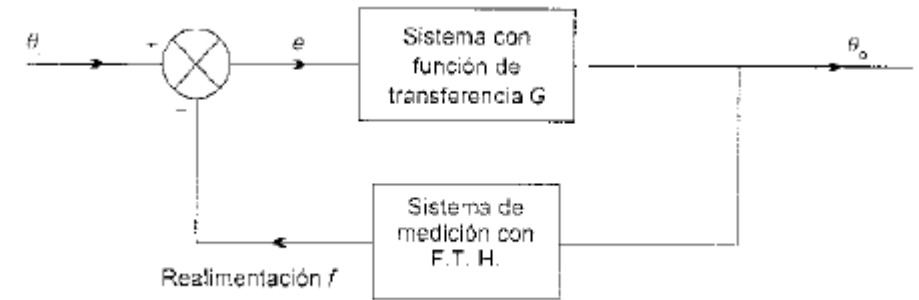

Figura 1.26 Función de transferencia de un sistema en lazo cerrado
- La figura 1.26 muestra un sistema en lazo cerrado sencillo; si  $\theta_i$  es el valor de referencia, es decir la entrada, y si  $\theta_o$  es el valor real, es decir, la salida del sistema, entonces la función de transferencia del sistema completo es